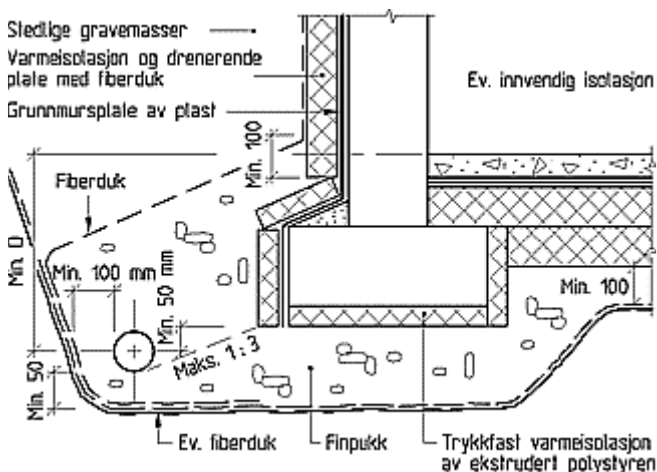

Fig. 342
Et hus har grunnflate 120 m² og omkrets 48 m. Avstanden fra drenerings høyeste punkt til uttrekk (begge veier) er 24 m. Høyeste punkt på ledningen må være minst 200 mm under betonggolvet. Fallet bør være minst 1:200, dvs. 120 mm. Ledningen skal da ligge 320 mm (200 mm + 120 mm) under golvet ved laveste punkt, som er uttrekket. Man kan legge ledningen uten fall, dersom den legges 320 mm lavere enn golvet rundt hele huset (D i fig. 342). Legg ledningen med fall videre til kum.
- 351 *Omfyllingsmasser.* For å sikre god drenekapasitet bør man bruke omfyllingsmasser av finpukk med kornstørrelser innenfor området 4 – 16 mm. Finpukkmasser vil ikke passere ledningens inntaksåpninger og sikrer god inntakskapasitet. Laget med omfyllingsmasser bør være minst 50 mm under drensledningen og minst 100 mm over og på sidene. Når veggene er av fabrikkframstilte elementer, bør omfyllingen føres minst 100 mm over skjøten mellom golv og vegg. Det samme gjelder ved nedre kant av spesielle varmeisolerende og drenerende plater for å sikre god vannavledning fra disse og til drensledningen. Eksempel på omfylling er vist i fig. 342.